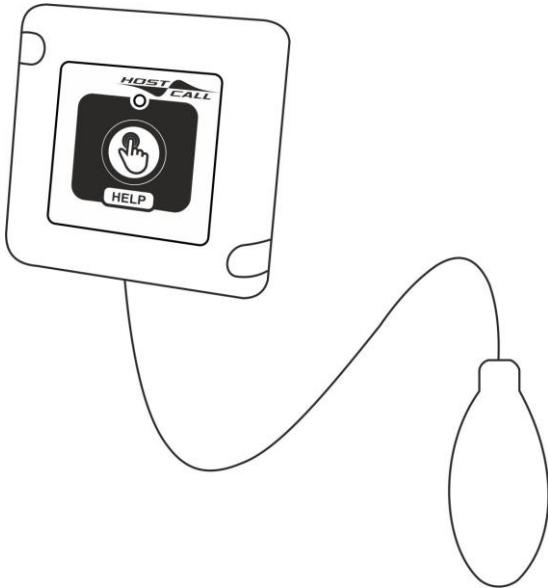

Рисунок 5.12. Влагозащищенная пневмокнопка вызова со шнуром MP-435W2
3. Влагозащищенная пневмокнопка вызова со шнуром MP-435W2 накладного крепления (рис.5.12.). Длина шнура – 2 м.
2. Влагозащищенная пневмокнопка вызова со шнуром MP-435W2 накладного крепления (рис.5.12). Длина шнура – 2 м.